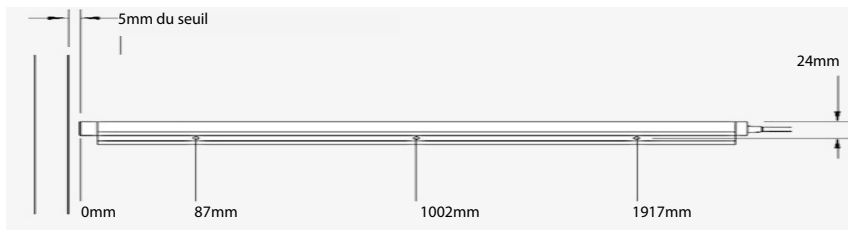

Fig 2: E10 trous de fixation
2. Positionnez les détecteurs sur les portes, 5 mm au-dessus du seuil (Fig. 2).